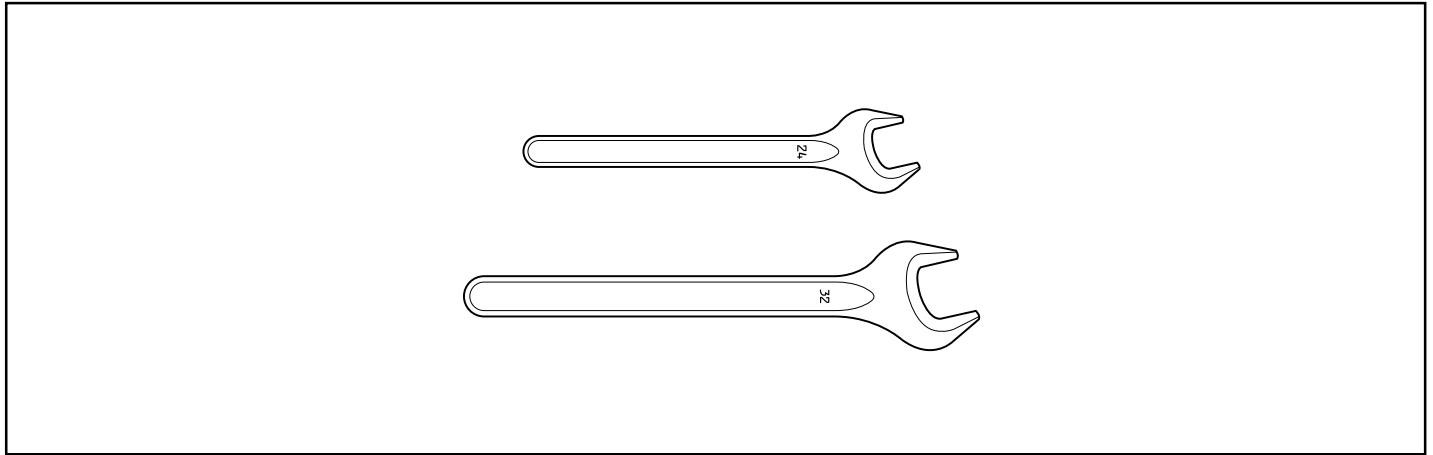

Fig. 8
- The supplied open-end spanners (Fig. 8).
5. Attach the drill bit using the open-end spanners (Fig. 8). Before the machine is started, carefully check that the new bit is firmly attached.
- Die mitgelieferten festen Schlüssel (Abb. 8).
5. Den Bohrer mit Hilfe der festen Schlüssel befestigen (Abb. 8). Vor dem Start des Geräts sorgfältig prüfen, ob der neue Bohrer ganz fest sitzt.
- Les clés à ouverture fixe fournies (fig. 8).
5. Monter le trépan à l'aide des clés à ouverture fixe (fig. 8). Avant de démarrer la machine, s'assurer que le nouveau trépan est solidement fixé.